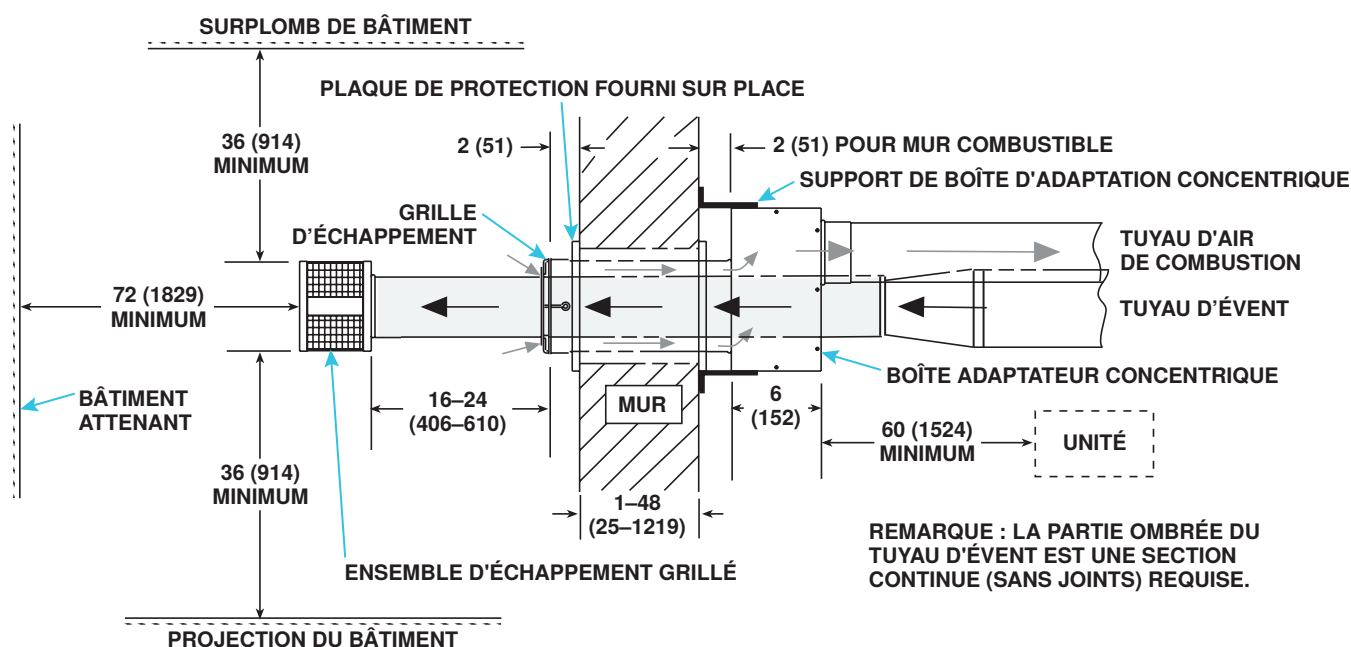

Figure 24. Installation de l'option CC6
4. Fixez des angles plus longs sur les supports de boîtier d'adaptateur concentriques (voir Figure 24) au boîtier d'adaptateur concentrique.
5. Connectez la section extérieure du tuyau d'air de combustion au boîtier adaptateur concentrique (voir Figure 24) :
- (1) Longueur du support de la boîte au mur
- (2) Plus épaisseur de paroi
- (3) Plus 2 pouces (51 mm) au-delà du mur
6. Fixez le boîtier adaptateur concentrique au mur (voir Figure 24):
- a. Positionnez le protecteur d'entrée d'air sur le bout du tuyau d'air de combustion conformément à la Figure 24.
- a. Consultez la Figure 24 pour établir la longueur de chaque section de conduits ainsi que la longueur totale requise. La transition à simple paroi ou de catégorie III doit être à moins de 6 pouces (152 mm) du boîtier côté appareil de chauffage.
- d. Assurez-vous que l'ensemble d'échappement grillagé est aligné de manière à ce que ses déflecteurs soient positionnés à 12, 3, 6 et 9 heures (voir Figure 24). Installez d'échappement grillagé conformément à la Figure 11.
10. Vérifiez la conformité à la Figure 24 et à toutes les exigences d'échappement spécifiques données ci-dessus.